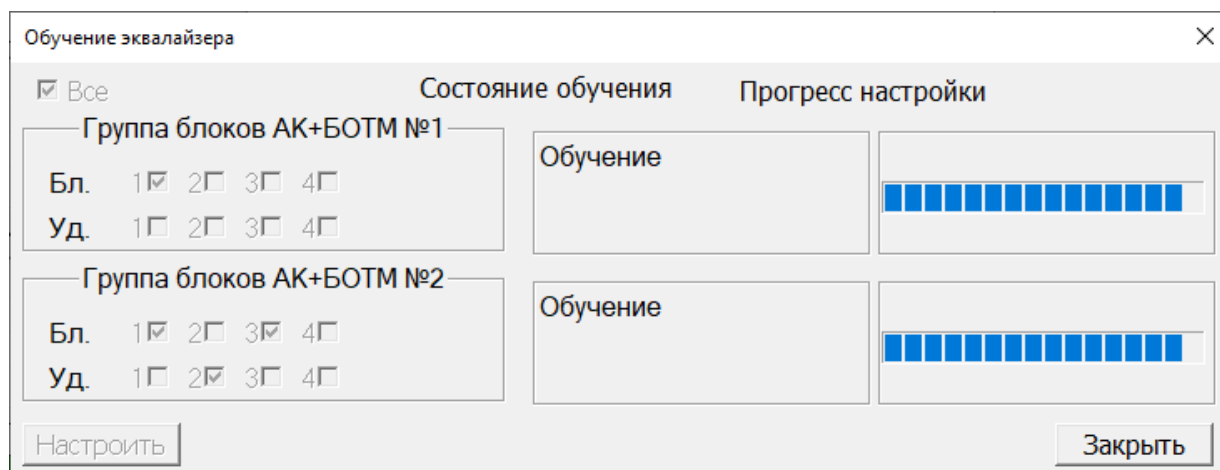

Рисунок 4.89. Завершение обучения и запись коэффициентов
- запись коэффициентов эквалайзера(рис. 4.89);